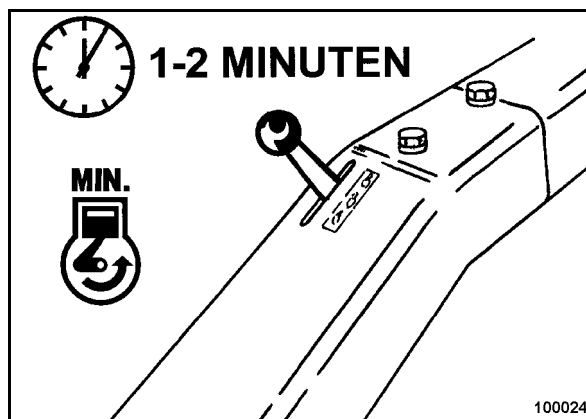

Рис. 34
- Установить рычаг управления частотой вращения в положение "MIN" (Рис. 34).